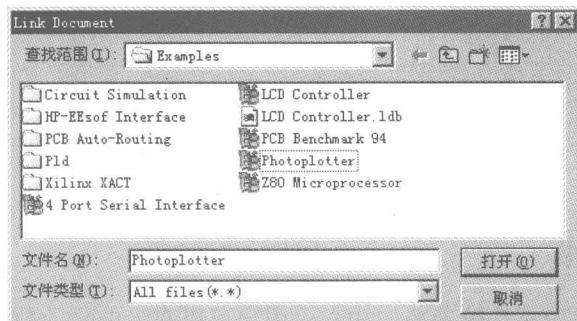

图 1-12 “Link Document” 对话框
11) Link Document: 连接其他类型的文件到当前设计库中。执行该命令后，系统弹出如图 1-12 所示的“Link Document”对话框，可以选择其他文档的快捷方式连接到本设计平台。